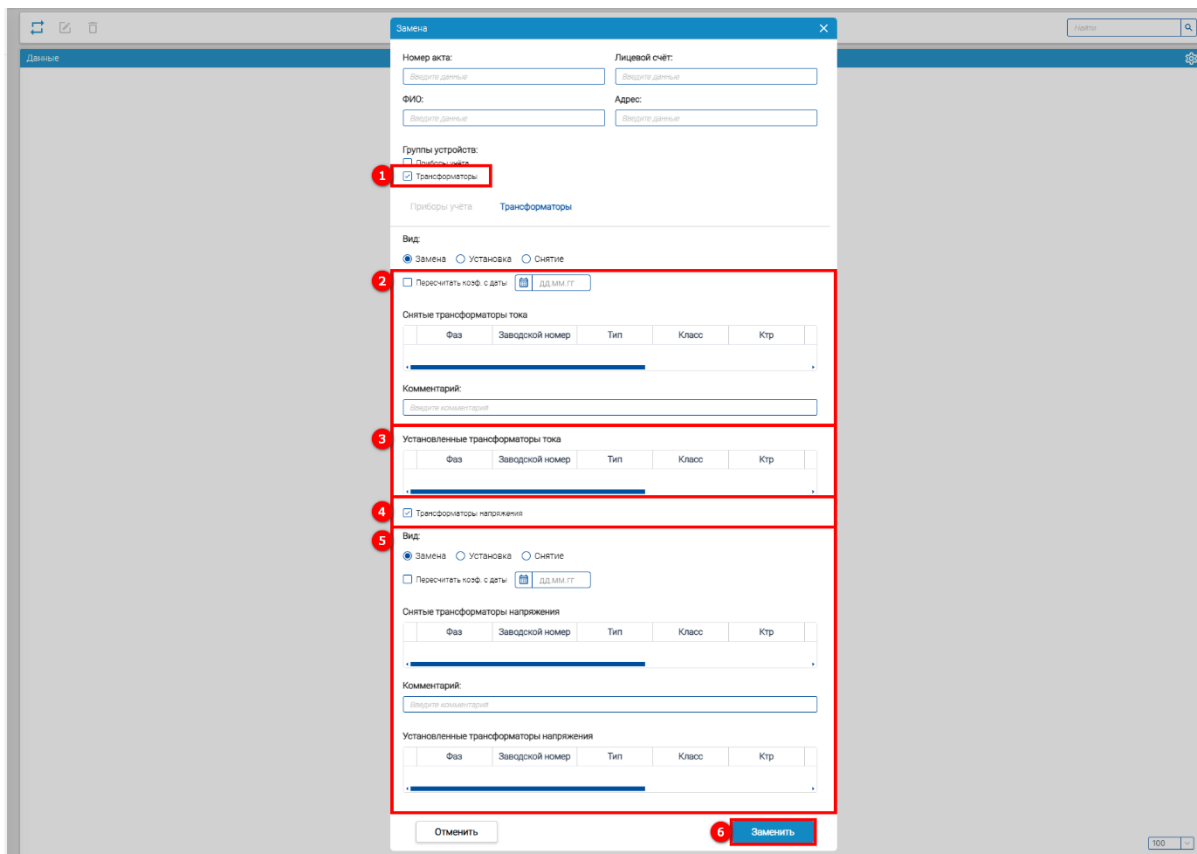

Рисунок 88 – Заполнение Акта - Трансформаторы
При выборе **Трансформаторы** (1) (см. рисунок 88):